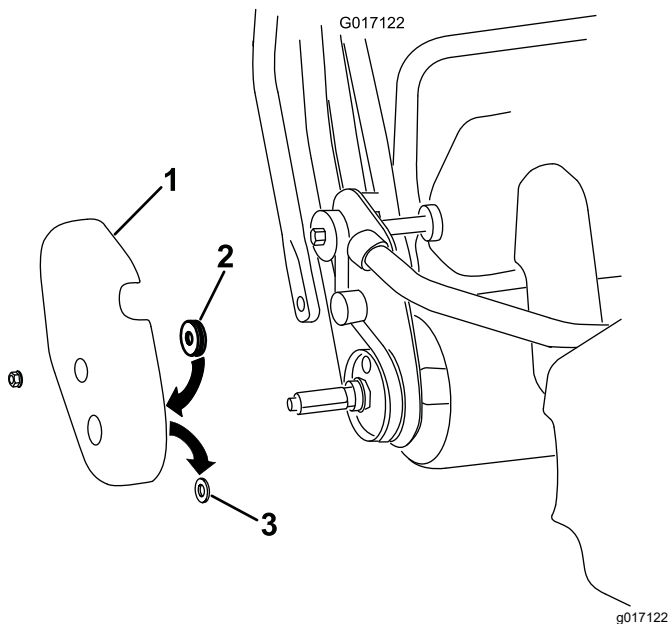

图 9
- A. 从机器上拆下右侧轮鼓盖 图 9。
- B. 从轮鼓盖上的轮轴孔卸下并丢弃橡胶垫 (图 9)。
- C. 将毛毡封粘贴到轮鼓盖的内面、放置在轮轴孔周边 (图 9)。